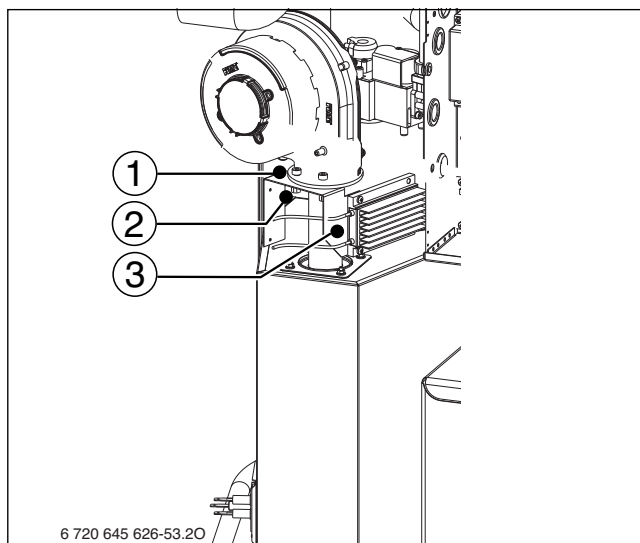

Bild 50 Blech mit Heizwiderstand entfernen
- 2 Muttern [2] entfernen und Blech mit Heizwiderstand [3] entfernen (→ Bild 50).